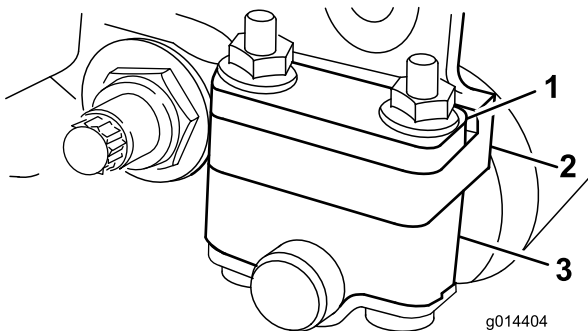

Figura 3
- Posicione o distanciador acima do flange de montagem da placa lateral (definição de origem) se as definições da altura de corte variarem entre 1,6 e 6,4 mm (Figura 3).